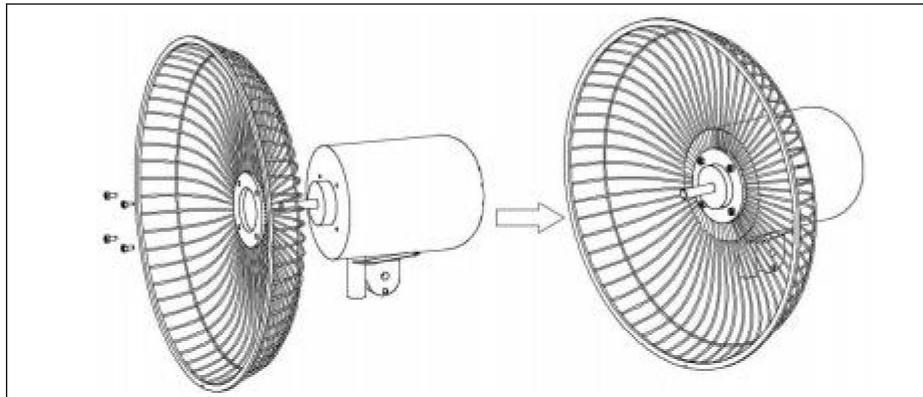

Fig.5.
- 1). Rimuovere le viti della griglia dalla testa del motore. Quindi, fissare la parte posteriore griglia (13) sulla testa del motore con la vite della griglia posteriore (15) come mostrato in il diagramma (Fig.5.)